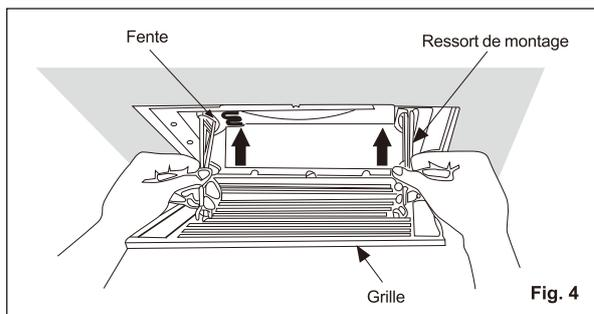

Fig. 4
9. Insérez les ressorts de montage dans les fentes de la manière illustrée et fixez la grille au boîtier du ventilateur. (Fig. 4)
- Fixez la grille au boîtier du ventilateur. (Fig. 4 à la page 5.)